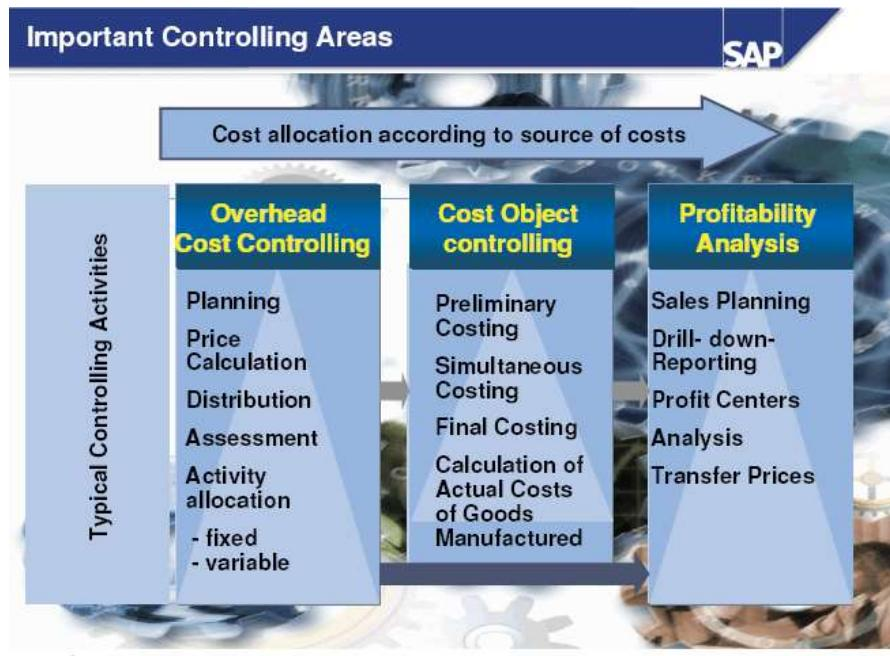

Figura 40: ARII IMPORTANTE ÎN CO(Copyright SAP AG)
Alte componente R/3 cum ar fi resursele umane (HR), logistică (materials management, logistics), vânzări și planificarea producției sunt integrate cu CO conform modului ilustrat în fluxul logistic (aprovisionare/ procurement, producție/ production, depozitare/ warehouse și vânzare/ sales). Zonele importante din CO sunt ilustrate în Figura 40.